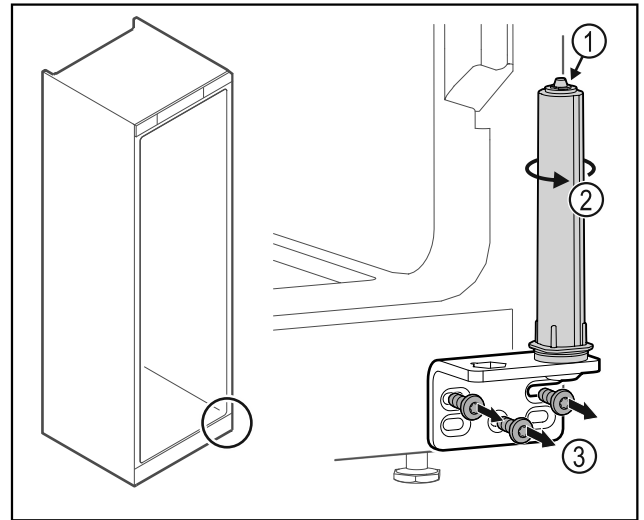

Fig. 51
- ▶ Deursluitstelsysteem Fig. 51 (1) niet uit elkaar halen.
- ▶ Sluitsysteem Fig. 51 (2) draaien tot het klikt.
- ▶ Scharnierhoek Fig. 51 (3) losschroeven.